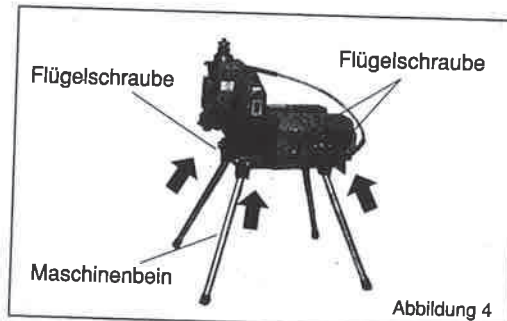

Abbildung 4
1. Die mitgelieferten Maschinenbeine (4 Stück) in die vorgesehenen Löcher auf der Rückseite des Maschinenbettes einsetzen und Beine mit Hilfe der seitlich der Einsetzlöcher angebrachten Flügelschrauben festschrauben. (Abbildung 4)